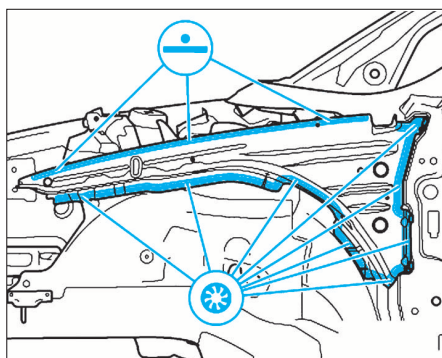

FIG. 8
- Souder le renfort supérieur de passage de roue, soudure par points, puis soudure par perçage et bouchonnage sous gaz de protection (Fig.8).